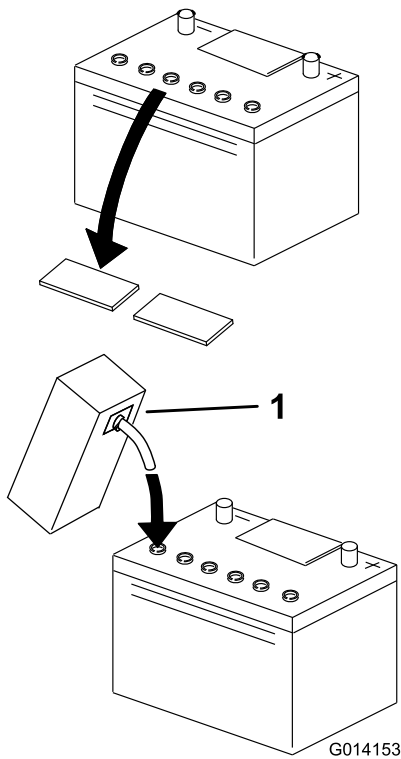

Bild 4
4. Reinigen Sie die Oberseite der Batterie und nehmen Sie die Entlüftungsdeckel ab (Bild 4).
5. Füllen Sie jede Zelle mit Batteriesäure auf den richtigen Stand auf (Bild 4).
9. Füllen Sie ggf. jede Zelle mit Batteriesäure auf den richtigen Stand auf (Bild 4).